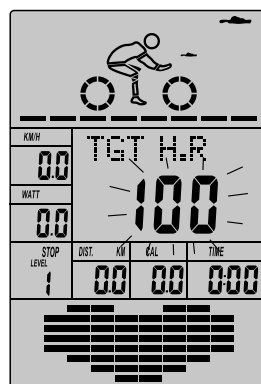

图 32
- 目标心率的读数闪烁, 按 UP/DOWN 键 (或旋转) 设定您的目标心率值, 然后按 ENTER 键确认设置的数值。(如图 32)